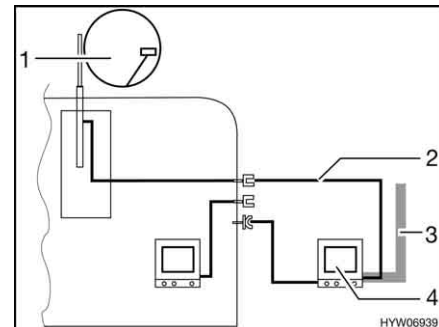

Bild 124 TV i förtältet
- TV i förtältet (Bild 124,4): Anslutning till takantenn (Bild 124,1) med anslutningskabel (Bild 124,2)
- TV i förtältet (Bild 124,4): Anslutning till extern antenn (Bild 124,3)